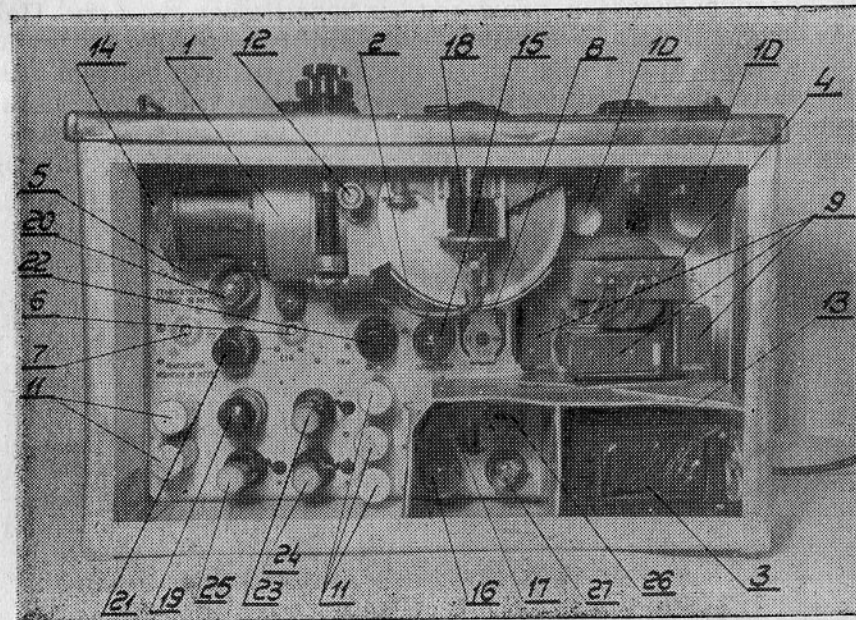

Рис. 9. Общий вид волномера (вид сверху со снятым кожухом).
Настройка контуров кварцевого генератора производится триммерами С21 и С23, доступ к которым открывается через отверстия в шасси (поз. 5 и 7 рис. 9).
В верхней части прибора (рис. 9.) расположены: дециметровый генератор (1), феррорезонансный трансформатор (3),
Регулировка начального положения корректора производится в двух случаях: когда при установке одной из красных рисок шкалы диапазона против визира и вращении корректора из одного крайнего положения в другое не получаются биения частот дециметрового генератора с гармоникой кварцевого эталона (прибор предварительно должен быть включен в сеть не менее 40 минут, главный переключатель должен быть установлен в положение „коррекция генератора“, тумблер „калибровка“ в положение „100 мГц“, линия — нуль 20-ти мегацикловой шкалы против перекрестья визира „мГц“), и когда при тех же условиях получают биения в двух положениях корректора. Такие случаи могут быть за счет случайного вращения регулировочного винта (поз. 12, рис. 9), за счет вытягивания кенгутовой нити (поз. 5, рис. 6), от резких изменений климатических условий и при длительной работе прибора или при смене лампы 6С5Д.
Через час после прогрева схемы следует на высоких частотах диапазона замерить частоту внешнего генератора 3-х сантиметрового диапазона грубым (коаксиальным) волномером и, постепенно меняя частоту внешнего генератора, довести ее до величины, кратной 100 мГц. Записать это значение частоты. После этого поставить главный переключатель в положение „точн. изм.“ и ручкой „градуировка“ в районе частоты, замеренной коаксиальным волномером, найти биение измеряемой частоты с гармоникой дециметрового генератора. Не меняя положения ручек и не выключая прибор, выдвинуть его из кожуха настолько, чтобы можно было вращать регулировочный винт (поз. 12, рис. 9) и повернуть этот винт так, чтобы та красная риска шкалы диапазона, которой соответствует записанное выше значение
Регулировка осуществляется потенциометром регулировки постоянства тока (поз. 8 рис. 9). Замечается точное значение тока в положении главного переключателя „коррекция ген.“, главный переключатель переводится в положение „точное изм.“ и вращением ротора потенциометра достигается то же значение тока, что и замеченное в положении главного переключателя „коррекция ген.“.
Регулировка кварцевого эталона заключается в настройке его контуров и проводится в следующем порядке: главный переключатель ставится в положение „коррекция ген.“ и при помощи отвертки с изолированной ручкой настраивается выходной и генераторный контуры триммерами (поз. 6 и 7 рис. 9) проверяется слышимость калибрационных точек, после чего регулируется постоянство анодного тока дециметрового генератора описанным выше способом.